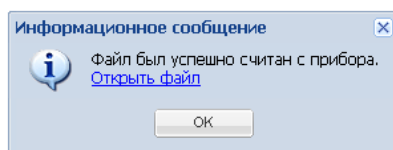

Рис. 7.4. Окно Информационное сообщение
3. По завершении считывания в окне *Информационное сообщение* (с уведомлением *Файл был успешно считан с прибора*) щелкните левой кнопкой мыши по ссылке *Открыть файл* (рис. 7.4).